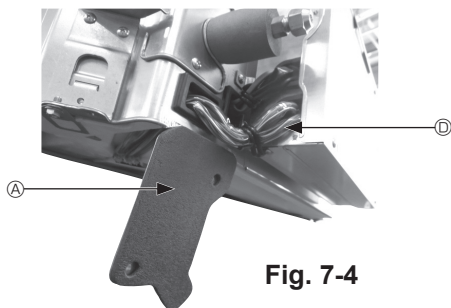

Fig. 7-4
① Retire los dos tornillos que sujetan la cubierta de alambre de la unidad principal, y luego abra la cubierta.
② Pase los cables del sensor i-See y del receptor de señales por las entradas de cable de la caja de componentes eléctricos, tal como se muestra en el diagrama y alrededor de los casquillos del lado de la unidad principal. (Fig. 7-4)